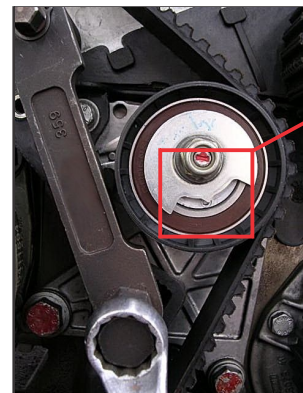

Fig. 03
3) Utilizando ferramenta especial (Fig.03), leve o tensor a sua tensão máxima e fixe a sua porca;